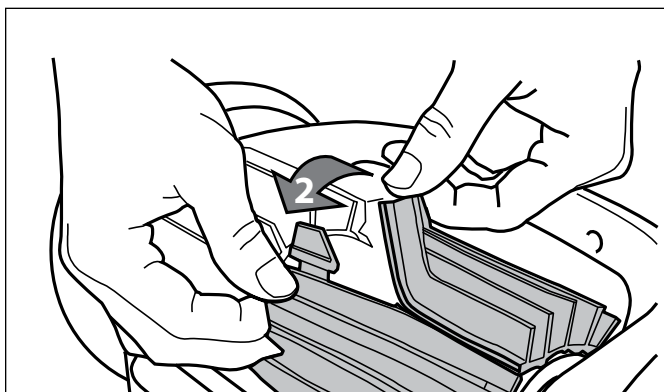

Figure 31. Défaire les onglets des brosses
2. Séparer les bords de la brosse et retirer les onglets (Figure 31). Retirer les brosses usées.